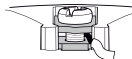

Рисунок 4 – Монтаж провода
- Провода внешних связей следует монтировать между пластинами клемм, см. рисунок 4